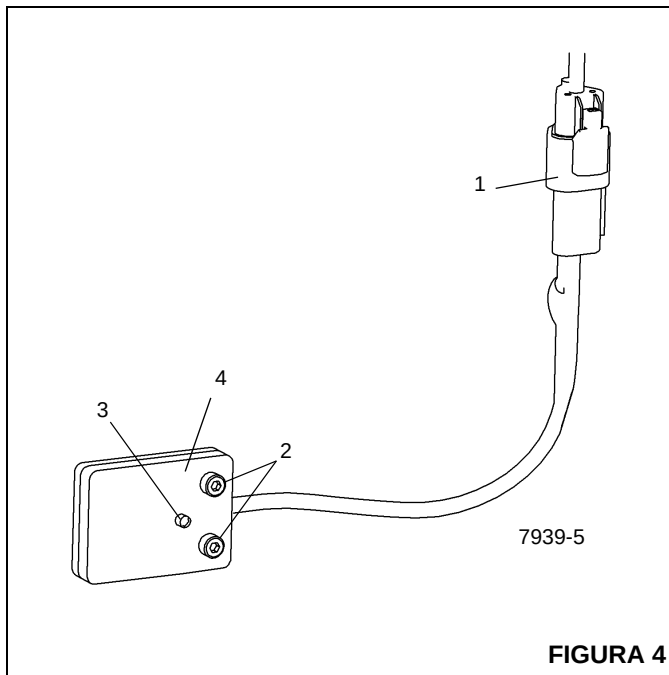

FIGURA 4
1. Desconecte el conector eléctrico (1, Figura 4) en el interruptor.
2. Retire los dos tornillos (2, Figura 4) que sujetan el interruptor (4) a la caja del estabilizador; retire el interruptor.
2. Use dos tornillos (2, Figura 4), para fijar el interruptor (4) a la caja del estabilizador.
3. Conecte el conector eléctrico (1, Figura 4) al interruptor.
4. Con la unidad encendida y la viga del estabilizador completamente extendida, compruebe que el LED (3, Figura 4) del interruptor de proximidad se ilumina; retraiga la viga del estabilizador y verifique que el LED no esté iluminado.